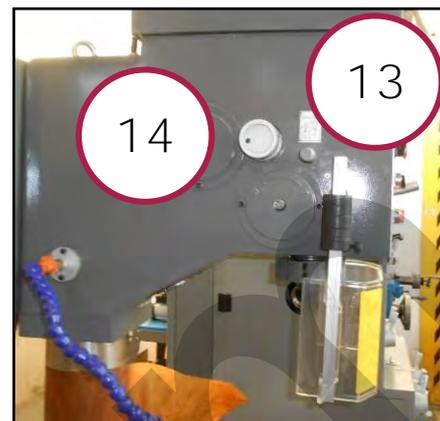

Figura 11 – Rimozione cono Morse
Prima di inserire tale modalità regolare il pomello di discesa (rif. 12 in Figura 11) in maniera tale da avere il **disinserimento automatico dell'avanzamento una volta** raggiunta la profondità desiderata. Scendendo il canotto si ha la medesima discesa del pomello che una volta incontrata la leva la fa scattare verso il baso disinserendo la modalità automatica di discesa.
Il pomello (rif. 13 in Figura 11) permette la rimozione automatica del cono morse del mandrino. Per fare ciò incastrare tale pomello nel cannotto aiutandosi con il volantino di avanzamento rapido. Una volta incastrato far risalire il cannotto in **maniera da avere l'espulsione del cono morse.**
alla sinistra di tale pomello ne è presente un altro (rif. 14 in Figura 11) che permette di selezionare la velocità di discesa automatica del mandrino.
2. Inserire **l'apposito pomello di rimozione automatica del cono morse (rif.13 in Figura 11).**